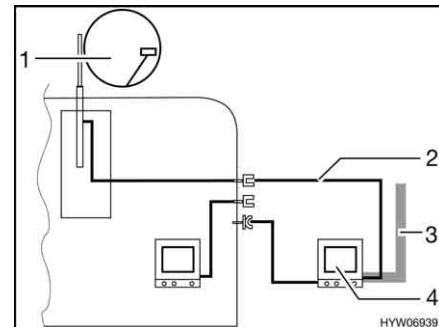

Bild 171 TV i förtältet
- TV i förtältet (Bild 171,4): Anslutning till takantenn (Bild 171,1) med anslutningskabel (Bild 171,2)
- TV i förtältet (Bild 171,4): Anslutning till extern antenn (Bild 171,3)